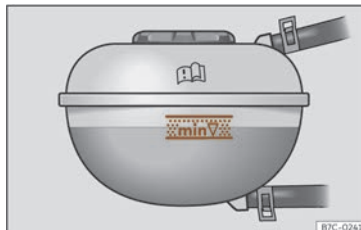

Fig. 202 Al compartiment del motor: marca al dipòsit d'expansió del líquid refrigerant.
- Llegiu el nivell del líquid refrigerant al seu dipòsit d'expansió. Amb el motor en fred, el nivell de refrigerant ha de quedar entre les marques»» **fig. 202**. Amb el motor calent, el nivell també pot quedar una mica per sobre de la marca superior.